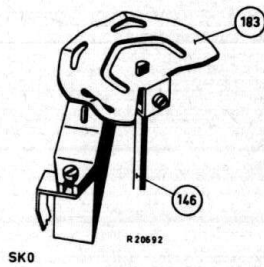

Fig. 7
De netschakelaar SKO (pos. 185) wordt bediend door de schakelschijf 183, die bevestigd is op de as van de schakelnok 146 (zie fig. 7). In deze schijf zijn drie inkepingen, die corresponderen met de drie uitstulpingen op de schakelnok 146. Staat het apparaat uit (stand "OFF") dan wordt de bedieningsstift van de netschakelaar SKO door de inkeping in de schakelschijf 183 vrijgegeven. De schakelaar is dan open, dus het apparaat krijgt geen spanning.